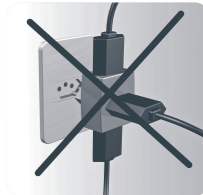

Fig. 12
- 2 | Não utilize extensões ou adaptadores para instalação do seu fogão (Fig.12).